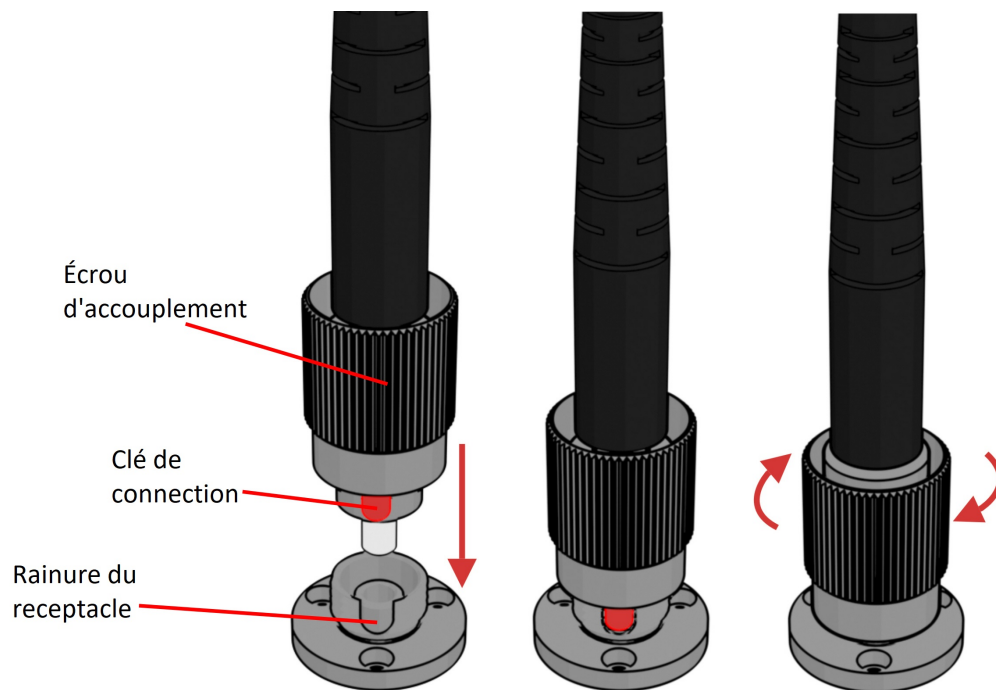

Figure 3.2 – Connecteur FC, Installation Fibre
2. Avec un connecteur FC, la clé du connecteur doit être orientée pour entrer dans la fente du réceptacle afin d'assurer une connexion correcte (Fig. 3.2).